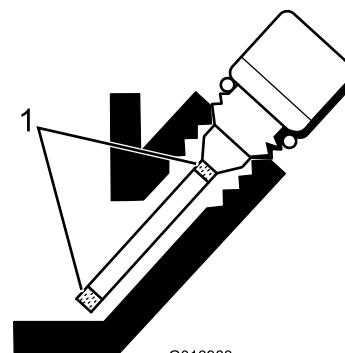

Рисунок 27
- Если уровень низкий, добавьте ровно столько масла, чтобы поднять уровень до области между метками на щупе (Рисунок 27). **Не допускайте переполнения.**